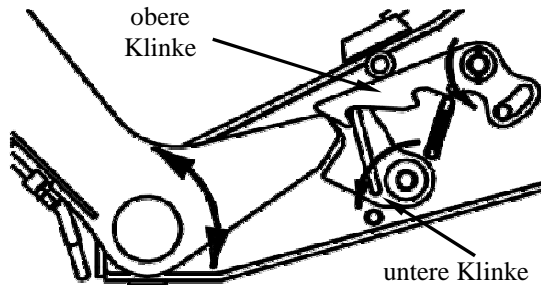
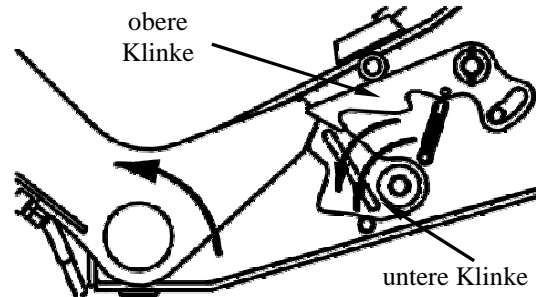
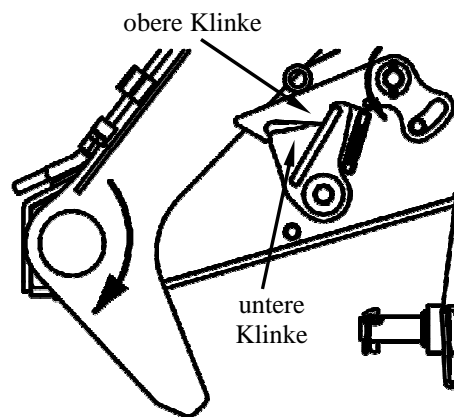

Bild 14a. Arbeitsstellung
Bild 14b. Raststellung
Bild 14c. Transportstellung
- Um den Mäher mit eingesetzten Entlastungsfedern und hydropneumatischer Entlastung in die Arbeitsstellung einzustellen, soll man die Sperre des Aushebungszyinders so aufstellen, indem man die Leine zieht, die an die untere Klinke befestigt wird (**Bild 14a**). Um den Mäher in den Ruhestand (**Bild 14b**) einzustellen, soll man die Leine der oberen Klinke ziehen und dann die Leine der unteren Klinke, was die Einstellung in die Transportstellung verursacht (**Bild 14c**).